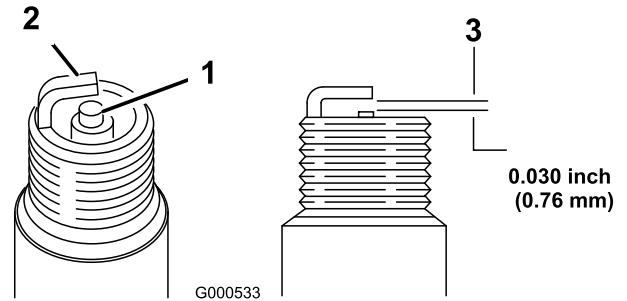

Bild 52
1. Sehen Sie sich die Mitte der Zündkerzen an (Bild 52).
2. Prüfen Sie den Abstand zwischen der mittleren und der seitlichen Elektrode (Bild 52) und biegen Sie die seitliche Elektrode, wenn der Abstand falsch ist.